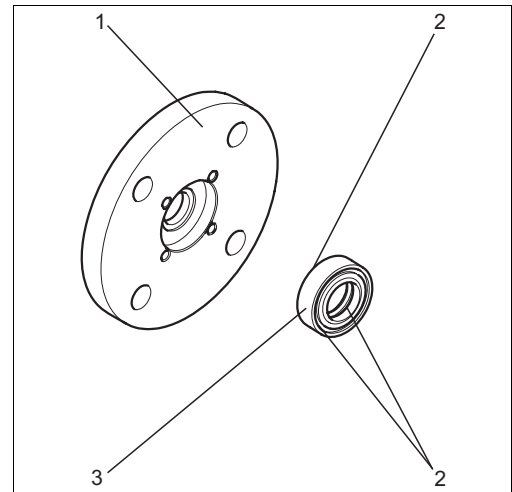

Fig. 32: Sostituzione delle guarnizioni con interruzione del processo
4. Smontare la flangia (fig. 32, pos. 1).
6. Sostituire l'anello raschiatore (pos. 3).